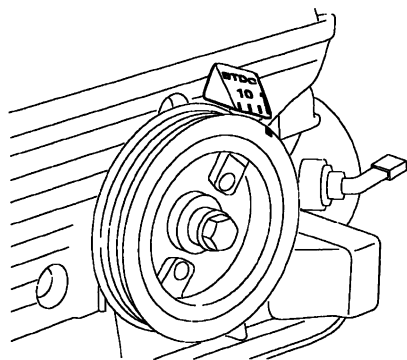

图 31-30 对齐正时标记
4) 转动曲轴带轮，将曲轴带轮上的导槽与正时带盖上的正时标记“T”对齐，如图 31-30 所示。